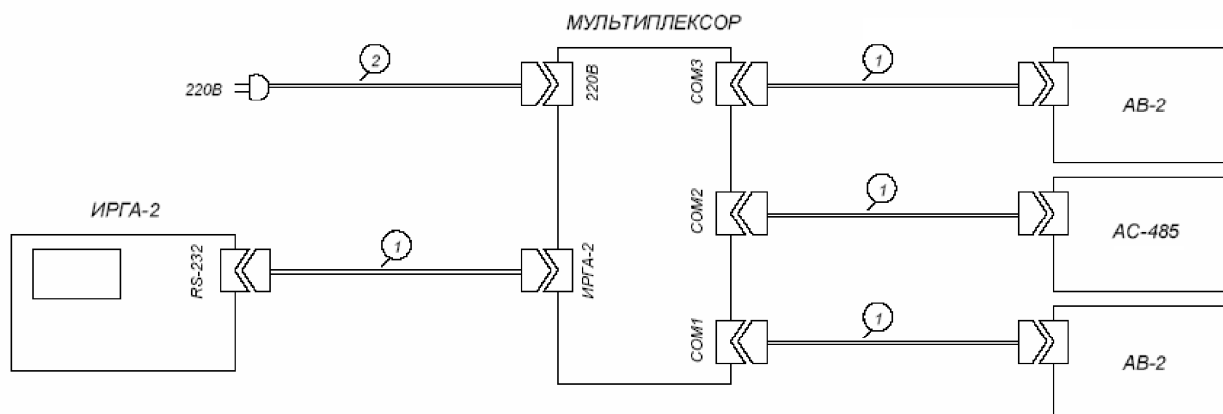

Рисунок 2 – Схема электрических соединений:
3.1 Подключить нуль-модемными кабелями RS-232 (схема соединений показана на рис.2):